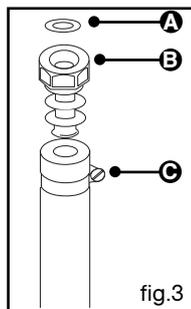

fig.3
– Pour les gaz distribués par une canalisation (gaz naturel), par tube souple d'un diamètre intérieur de 15 mm (fig.3) monté sur un about approprié équipé de colliers de serrage à ses deux extrémités.
– Pour le butane-propane distribué par bouteille ou réservoir, par tube souple d'un diamètre intérieur de 6 mm (fig.3) monté sur un about approprié équipé de colliers de serrage à ses deux extrémités.